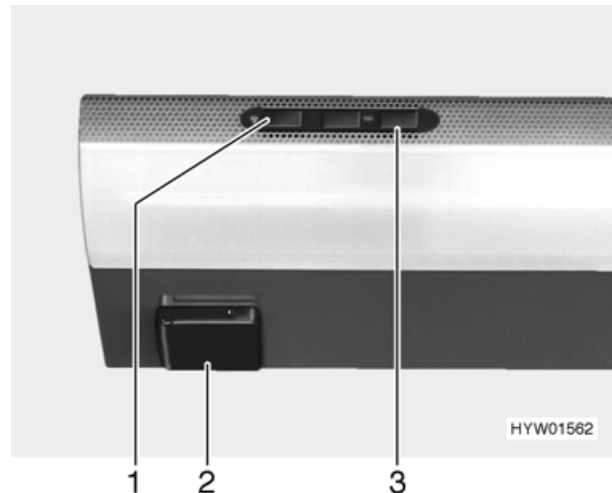

Fig. 78 Cappa di aspirazione
- Per accendere e spegnere la cappa di aspirazione premere l'interruttore (Fig. 78,1).